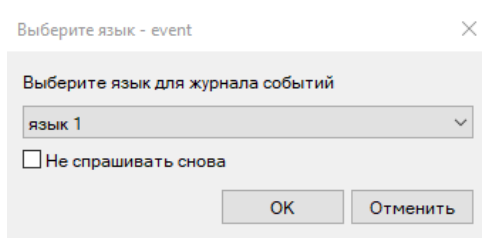

Рисунок 6.12 – Окно «Выберите язык – event»
3. В окне «Выберите язык – event» из выпадающего списка выбрать «язык 1» и нажать кнопку «ОК» (рисунок 6.12)